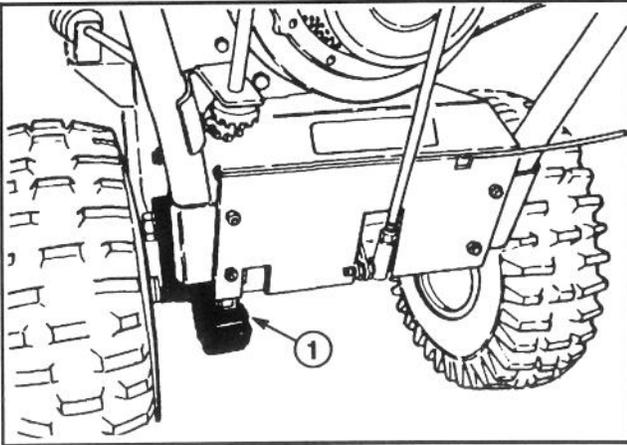

Abbildung 25
1. Die Antriebskette einmal jährlich mit Kettenschmierstoff schmieren (Abb. 25). Überschüssiges Öl aufwischen.